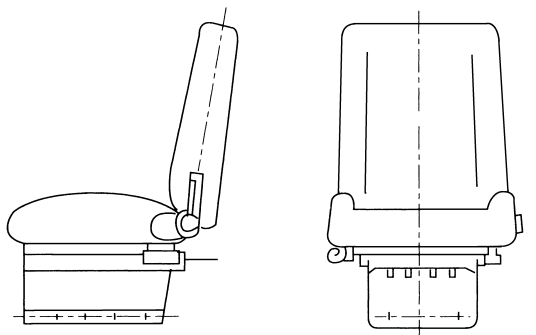

Рис.1–20 Двухстороннее амортизационное кресло: буферное действие по вертикальному и поперечному направлениям увеличивает комфортабельность
1.5.6 Регулировка и эксплуатация кресла(Рис.1–12)